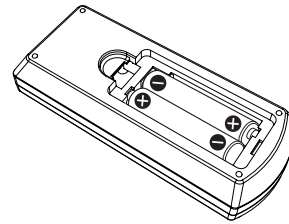

Fig. 2
- 2) Insérer les piles et refermer le capot (Insérer le côté «  $\ominus$  » en premier). (Fig. 2)